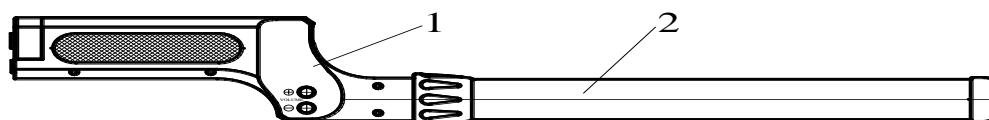

Рис.1. Блок приемника изделия, вид справа.
1.5.2. Внешний вид блока приемника изделия представлен на рис.1.
Усилитель, фильтры, микропроцессор управления и элементы питания расположены в металлической ручке 1 (рис. 1) изделия. Датчики магнитного и электрического поля расположены в поисковом элементе цилиндрической формы 2 (рис. 1) изделия, выполненной из диэлектрических материалов